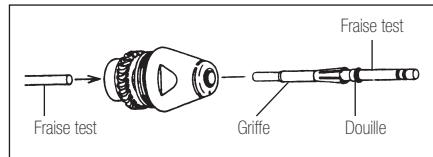

Fig.12
- 3) Lorsque l'écrou du rotor est desserré, sortez la Griffre précautionneusement avec une fausse fraise ou la tige de la fraise depuis l'arrière de la cartouche ; la douille et la Griffre sortiront (Fig.12).